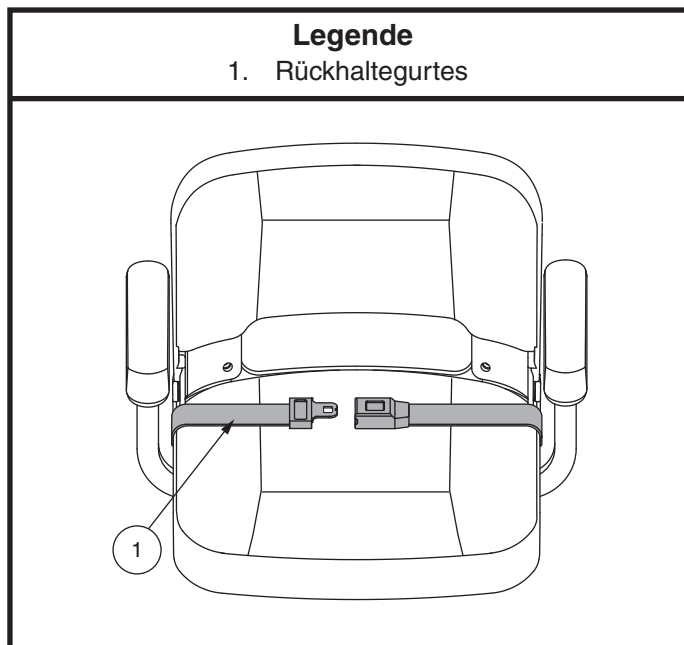

Abb. 13. Einbau und Anpassung des Rückhaltegurtes
Ein Rückhaltegurt ähnlich einem Auto-Sicherheitsgurt steht Ihnen als Zusatzausstattung für Ihren Elektrorollstuhl zur Verfügung. **Siehe Abb. 13.** Der Rückhaltegurt gibt dem Benutzer Halt, so dass er nicht nach vorne oder aus dem Sitz rutscht. Der Rückhaltegurt ist nicht als Sicherheitsgurt entwickelt worden.
1. Nach dem Einsetzen stecken Sie die Metallasche an einer Seite des Gurtes in das Plastikgehäuse auf der gegenüberliegenden Seite, bis Sie einen Klick hören. **Siehe Abb. 13.**